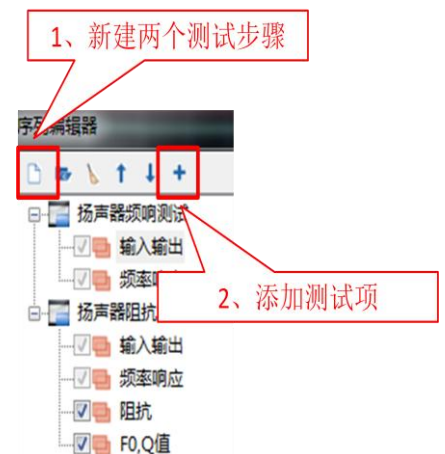

图 5.38 测试步骤对话框
- 2) 添加测试项，为扬声器阻抗测试添加阻抗、 F_0 ， Q 值，如图 5.38。